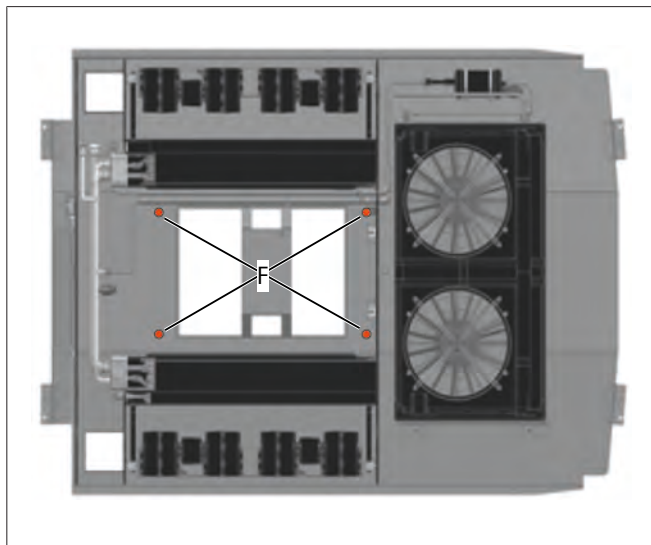

Fig. 9 Fissaggio del telaio A/C
- Serrare gli elementi di fissaggio (vedere Fig. 9).